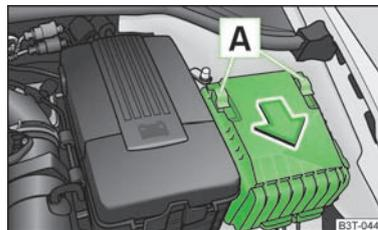

Fig. 188
- Il coperchio della scatola dei fusibili viene tolto spingendo in avanti l'asticella **A** » fig. 188 sino al completo arresto. Dietro l'asticella si renderà visibile il simbolo . Ora togliere la copertura.